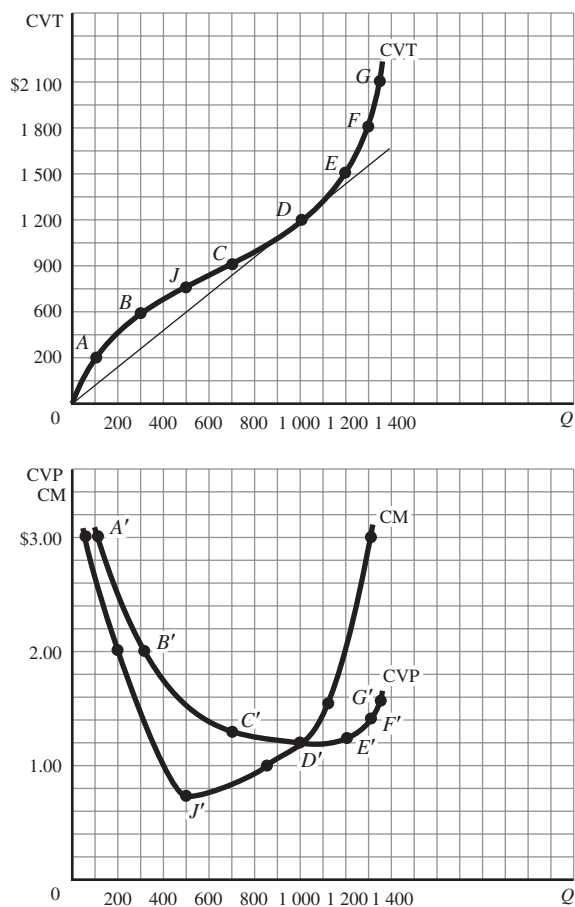

Figura 7-20
- 7.23 a) En el mismo sistema de ejes trace de nuevo las curvas CVP y CM de la figura 7-20; en un segundo sistema de ejes, directamente abajo del primero, grafique PP_L y PM_L del problema 7.21, pero con el PT_L (es decir, con Q), en lugar de L , sobre el eje horizontal. b) En un sistema de ejes dibuje de nuevo las curvas PP_L y PM_L exactamente como aparecen en la figura 7-19 (es decir, con L sobre el eje horizontal); en un segundo sistema de ejes, directamente abajo del primero, grafique CVP y CM de la tabla 7.13, pero con L en lugar de Q , sobre el eje horizontal. c) ¿Cuál es la relación entre las curvas PP_L y CVP? ¿Cuál es la relación entre las curvas PM_L y CM?